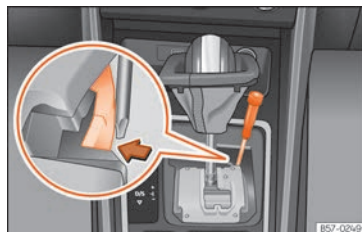

Abb. 57 Wählhebel: Notentriegeln aus der Parkstellung
- Drücken Sie seitlich mit Hilfe des Schraubendrehers auf die gelbe Entriegelungstaste und halten Sie sie gedrückt » » **Abb. 57**.